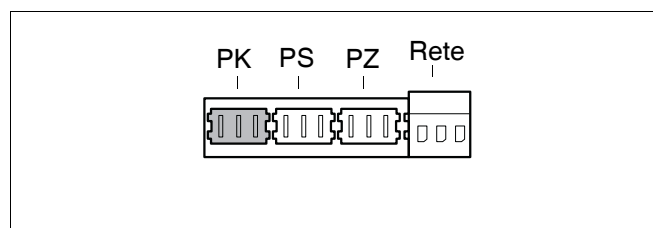
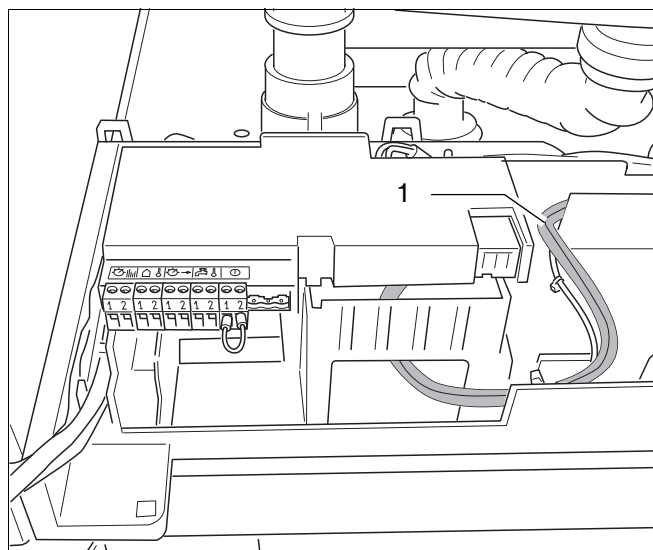
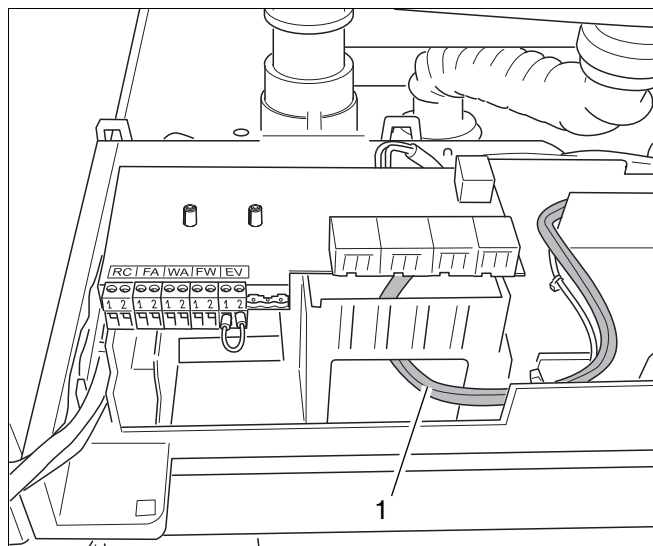

Fig. 32 Morsettiera - Pompa di riscaldamento esterna 230 V (collegamento colore verde).
Fig. 33 Cavo della pompa 230 VAC
Fig. 34 Posa del cavo 230 VAC della pompa verso l'esterno.
Il carico elettrico massimo ammesso in totale sul cavo libero 230 VAC di collegamento alla pompa (fig. 33, pos. 1) e sulla presa verde PK (fig. 32) è complessivamente di 250 Watt. Se il consumo è maggiore di 250 Watt è necessario gestirlo a mezzo di un relais aggiuntivo 230/230 V che deve essere installato da un tecnico elettrico/elettronico specializzato.
- Srotolare il cavo 230 VAC (fig. 33, pos. 1) e portarlo, passando per la caldaia, all'esterno (fig. 34).